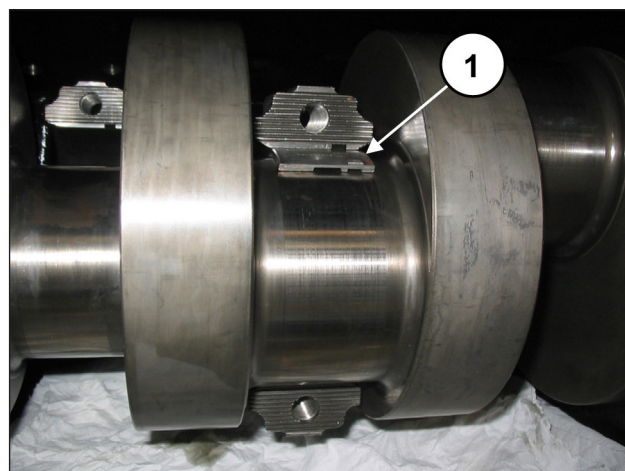

Fig. 59
Introducir los semicojinetes superiores entre las bielas y el eje (pos. ①, Fig. 59).